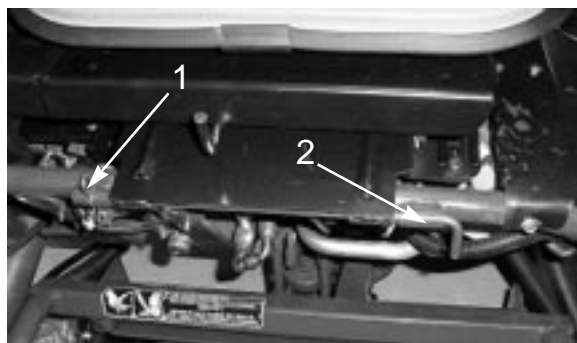

図 6
8. シート・アセンブリを取り付け（図6）。シート・ピボット・ロッドとコッター・ピンで固定する。